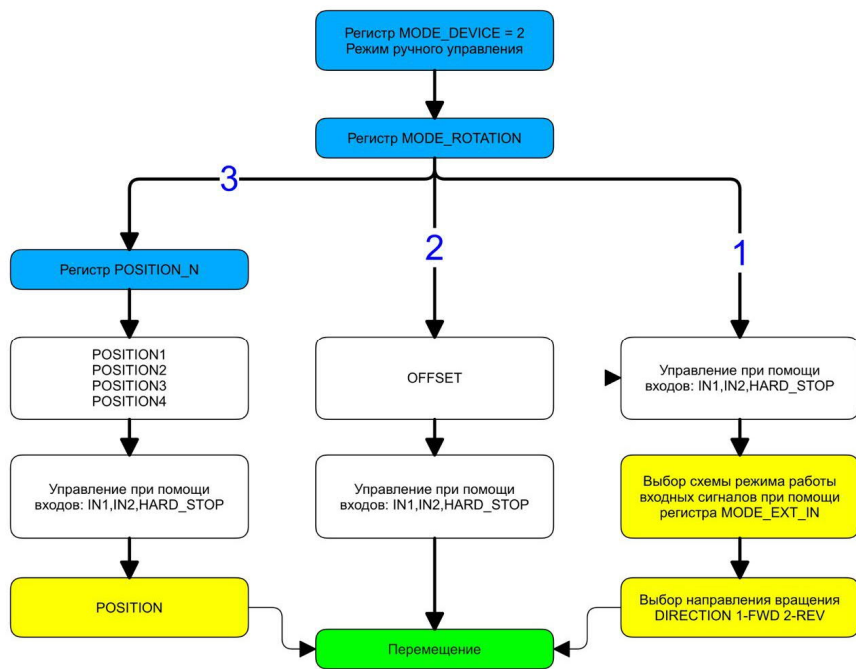
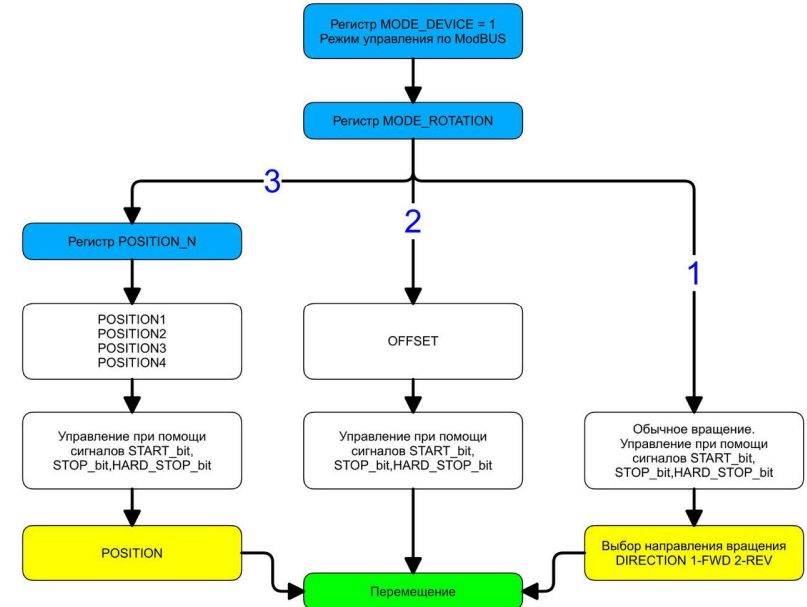

Рис.7. Блок-схема выбора режима работы при управлении приводом внешними сигналами
Рис.6. Блок-схема выбора режима работы при управлении приводом по Modbus
- Выберите способ управления: управление командами по Modbus или внешними сигналами (регистр MODE_DEVICE – см. раздел 6.5, рис.6 и рис.7).